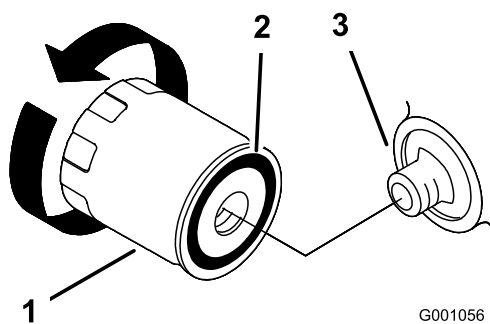

Bild 21
2. Entfernen Sie den Altfilter und wischen die Dichtfläche am Anbaustutzen (Bild 21) ab.
- Ölen Sie die Gummidichtung am Ersatzfilter leicht mit Frischöl ein (Bild 21).
- Montieren Sie den Ersatzölfilter am Filterstutzen. Drehen Sie den Ölfilter nach rechts, bis die Gummidichtung den Filterstutzen berührt. Ziehen Sie den Filter dann um eine weitere 2/3 oder ganze Drehung fest (Bild 21).